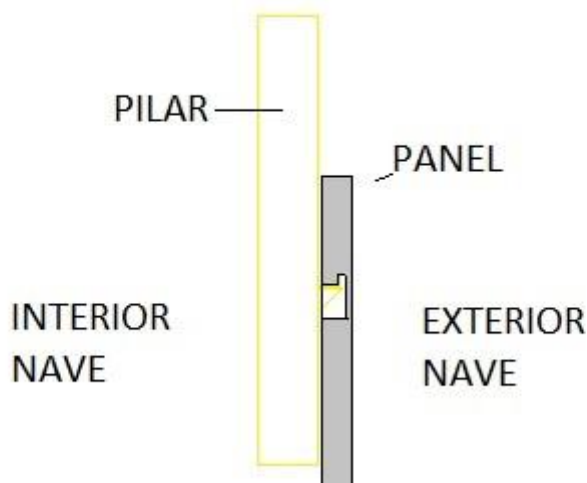

fig 4
- C) El panel que quedaba sobre el hueco disponía de una caja oculta que es donde entraba la ménsula de manera que, ni desde el interior de la fachada ni desde el exterior se veía la forma de sujeción, haciendo una solución limpia (fig 4)